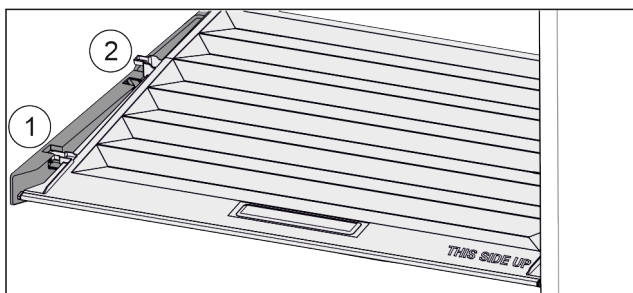

Fig. 24
- Tirare in avanti il coperchio fino all'apertura nei fermi Fig. 24 (1).
- Sollevare posteriormente dal basso e togliere verso l'alto Fig. 24 (2).